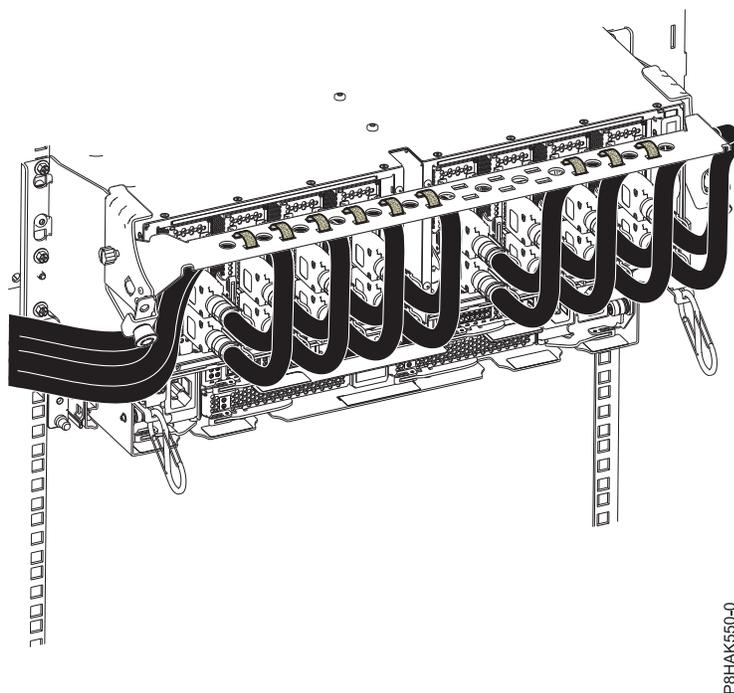

Figura 23. Encaminhar os cabos para o suporte de gestão de cabos
5. Encaminhe o CXP, cabos da gaveta de expansão e cabos de entrada/saída (E/S) para o suporte de gestão de cabos. Consulte Figura 23 na página 23.
- f. Através da utilização de presilhas, encaminhe o fio grosso e a fibra do cabo para o suporte de gestão de cabos conforme demonstrado em Figura 23 na página 23.